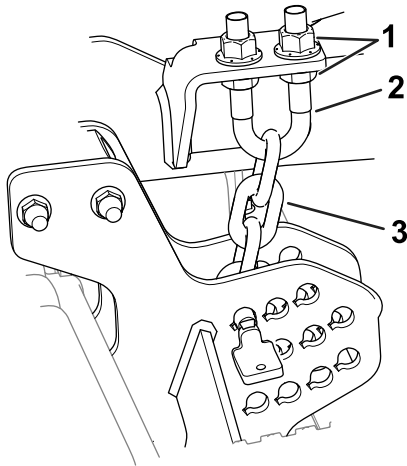

Figura 7
7. Afloje las contratueras inferiores del perno en U de la cadena de altura de corte (Figura 7).
8. Ajuste las tuercas (Figura 7) para elevar o bajar la parte trasera de la unidad de corte hasta que las puntas de las cuchillas traseras estén de 6 mm – 10 mm ($\frac{1}{4}$ " – $\frac{3}{8}$ ") más altas que las puntas delanteras.